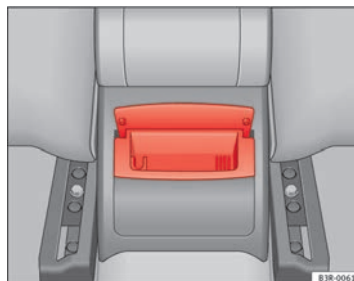

Abb. 122 Aschenbecher
- Fassen Sie das Gehäuse am geöffneten Deckel an ⇒ **Abb. 122** und ziehen Sie es nach oben heraus.